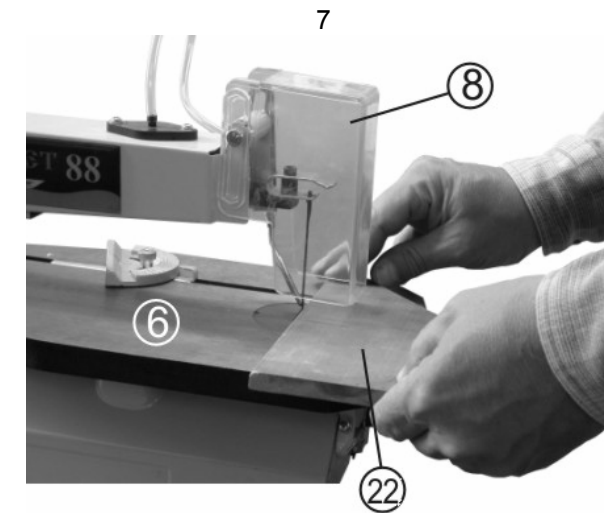

Рис. 9
11.1.3. Убедитесь, что ограждение пильного полотна (8) опущено, а рабочий стол (6) не загроможден инструментами или другими предметами, Рис.9.
11.1.4. Используйте заготовку (22) при регулировке ограждения пильного полотна (8) для корректировки высоты, Рис.9. Ограждение пильного полотна (8) должно находиться как можно ближе к заготовке, но не касаться ее.
11.1.7. Двумя руками осторожно положите заготовку (22) на рабочий стол (6), Рис.9.